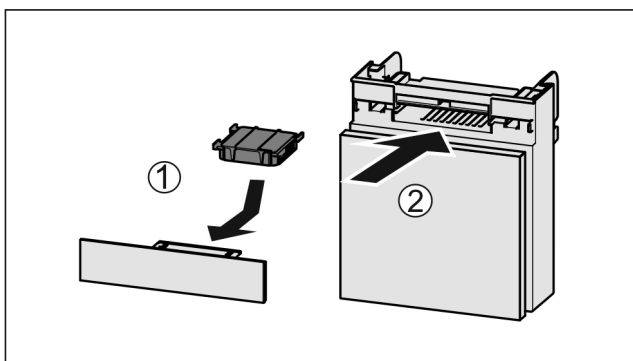

Fig. 121
- ▶ Установите фильтр с активированным углем, как показано на рисунке Fig. 121 (1).
- ▶ Вставьте отделение Fig. 121 (2).